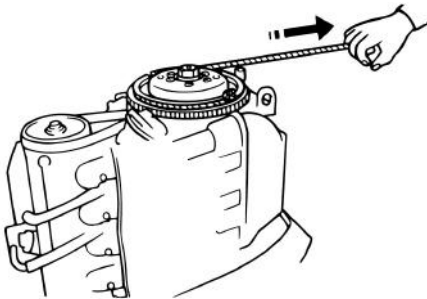

Рис. 44 Запуск двигателя
7. Завяжите на свободном конце шнура узел. Вставьте конец шнура с узлом в паз на маховике и намотайте шнур несколько раз вокруг маховика по часовой стрелке (Рис. 44).